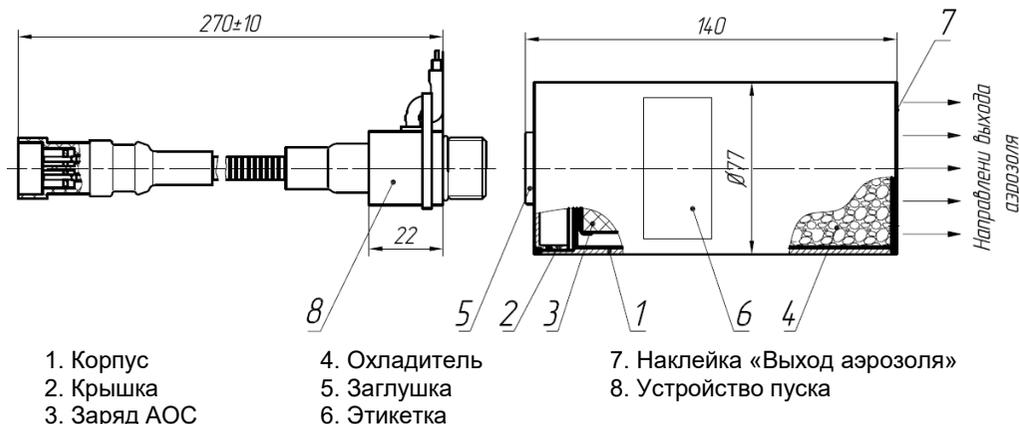

Рис.1. Генератор огнетушащего аэрозоля.
3.1. В комплект поставки ГОА (рис. 1) входит:
5.1. Устройство генератора (рис.1).